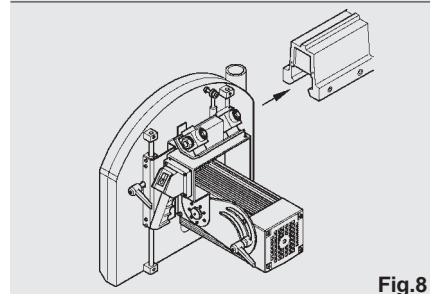

Fig.8
- Inserire nelle guide, il gruppo Carrello-Forcella-Motore cercando di evitare urti o scossoni che possano compromettere le regolazioni sui cuscinetti (vedi fig. 8). Il gruppo è stato infatti collaudato presso il nostro UCQ.